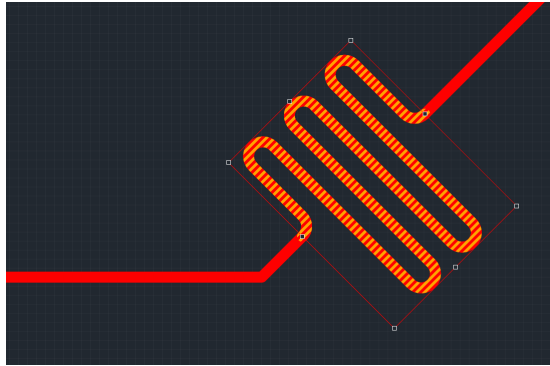

Рис. 241 Перемещение меандра по треку
2. Переместить выделенный меандр в другую указанную часть трека, см. Рис. 241.